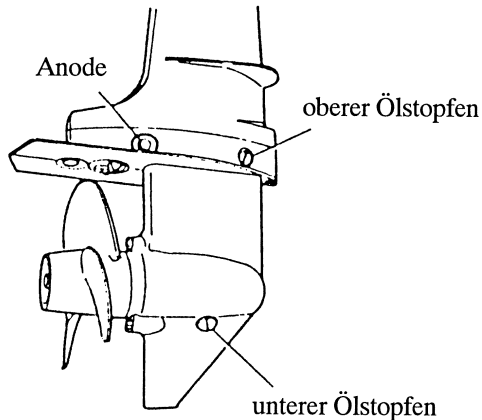

Abb. 28: altes Getriebeöl ablassen
- \* Oberen und unteren Ölstopfen entfernen und Getriebeöl ablassen (Abb.28).